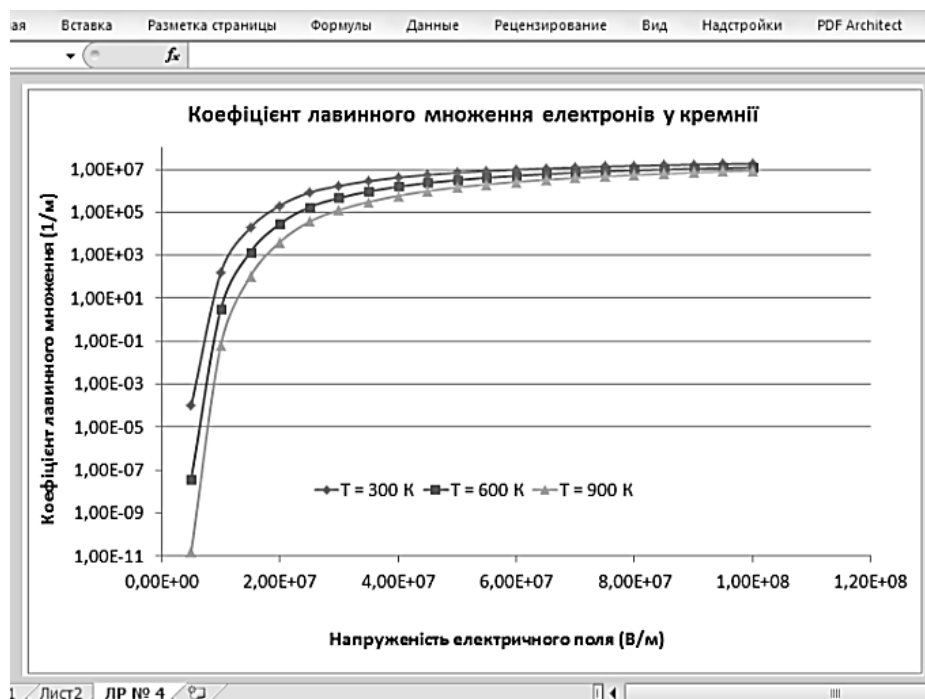

Рисунок 4.4 – Вигляд робочого листа з побудованою діаграмою
12. Збережіть робочу книгу (рис. 4.4).